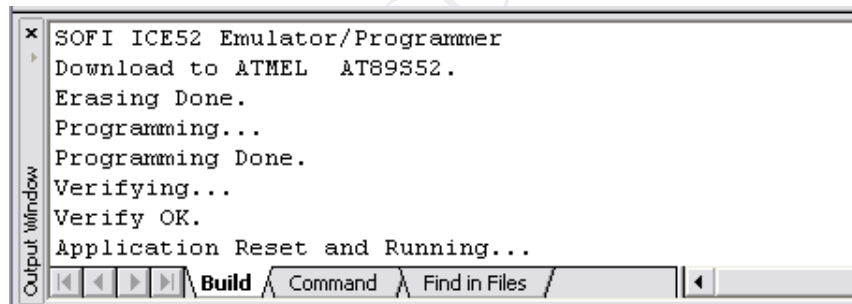

图 4.5 Keil 编程信息
4) 点击 Keil 工具栏的按钮，或者是菜单【Flash】→【Download】即可将程序烧写到目标板的单片机芯片(AT89S52)内。Keil 的窗口内会显示如图 4.5 所示的内容，下载完毕，目标板上单片机便开始运行写入的程序。